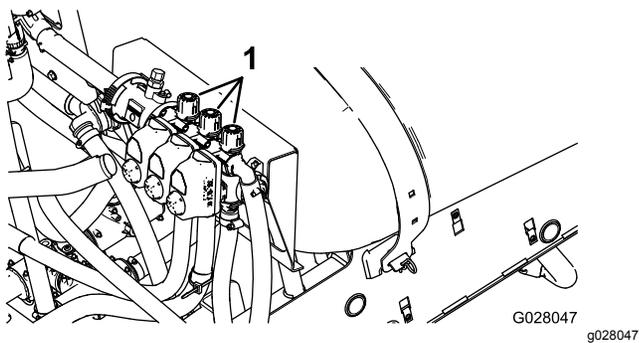

图18
2. 关闭左喷洒臂段并调节喷洒臂段旁通旋钮 图18 直至压力读数达到先前的调节水平通常为 2.75bar 或 40 psi。
4. 调节右喷洒臂段旁通旋钮图18直至压力读数达到先前的调节水平通常为 2.75bar或40 psi。
6. 调节中间喷洒臂段旁通旋钮图18直至压力读数达到先前的调节水平通常为 2.75bar或40 psi。